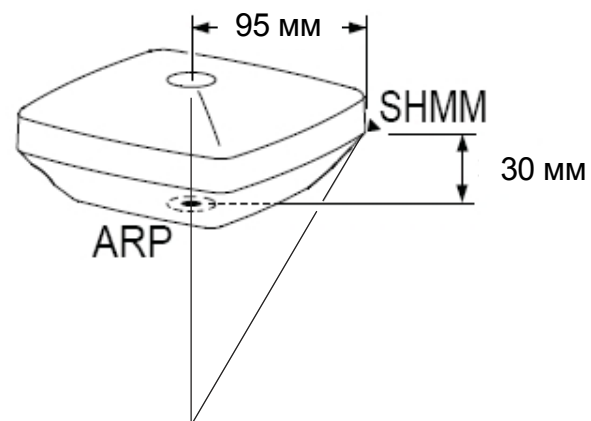

Рис. 18: Точки измерения высоты антенны
1. Измерьте высоту антенны над контрольной точкой или маркером по образующей или по вертикали. Можно измерить высоту по вертикали до референц-точки антенны (ARP), расположенной в нижней части приемника у основания крепежной резьбы, или по образующей до отметки измерения высоты по образующей (SHMM) на боковой части приемника. Положение отметок ARP и SHMM см. на Рис. 18.